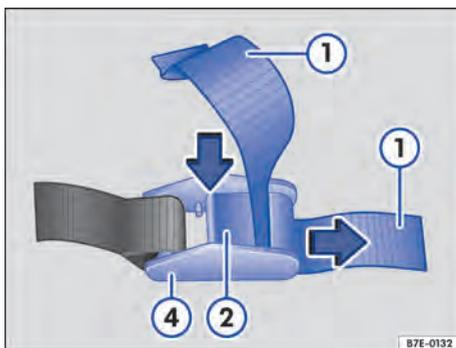

Fig. 123 Soltar o cinto de retenção.
- Pressionar a alavanca → Fig. 123 ② e puxar o cinto de retenção ④ para fora da peça de retenção ④.
- Passar o cinto de retenção → Fig. 123 ① de trás para a frente entre a alavanca ② e a protuberância ③.
- Apertar o cinto de retenção → Fig. 123 ① e soltar a alavanca ②.